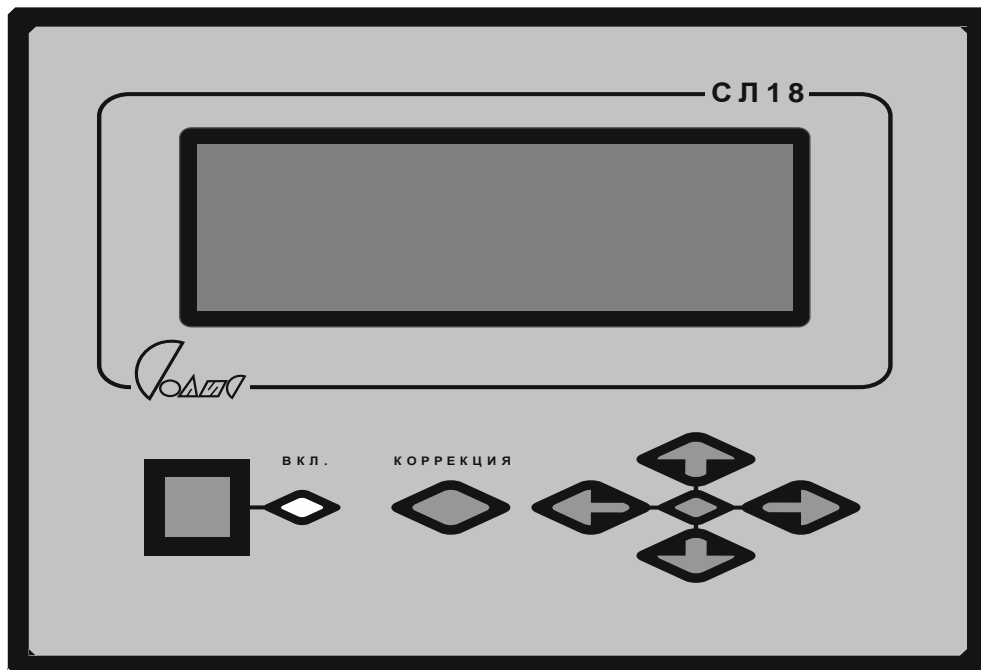

Рис. 1
4.4 Расположение на передней панели Блока органов управления и индикации показано на рис.1.